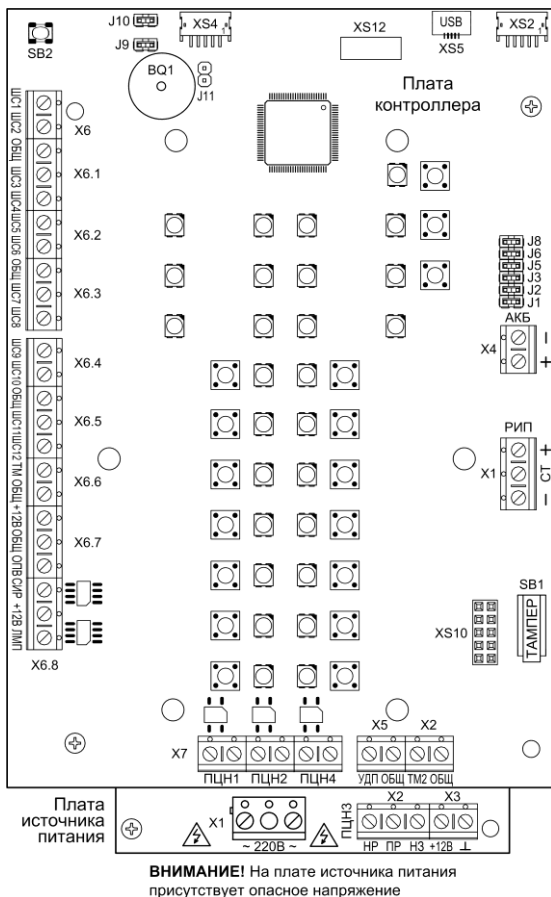

Рис.1 Плата контроллера Гранит-12С (вид со снятой панелью индикации и управления) и плата источника питания (видимая часть)
Прибор состоит из корпуса и съёмной крышки. В корпусе расположены плата контроллера с Wi-Fi коммуникатором, плата источника питания (рис.1), GE коммуникатор с антенной GSM (п.5.6). На плате контроллера установлена панель индикации и управления (рис.2). Wi-Fi коммуникатор расположен на обратной стороне платы контроллера и на рис.1 не изображён.
3.1 На плате контроллера (рис.1) расположены следующие элементы:
3.3 На плате источника питания (рис.1) расположены следующие элементы: